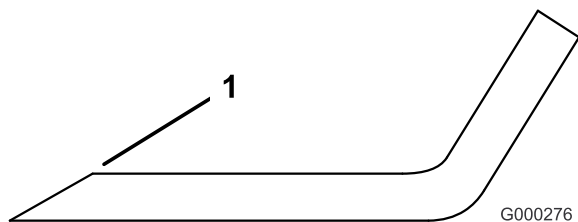

図 32
3. 全部のブレードの刃先を丁寧に点検する。刃先が鈍くなっていたり欠けていたりした場合には研磨する。研磨は刃先の上面だけに行い、刃の元々の角度を変えないように十分注意する図 32。ブレードの左右を均等に削れば、バランスを狂わすことなく研磨を行うことができる。